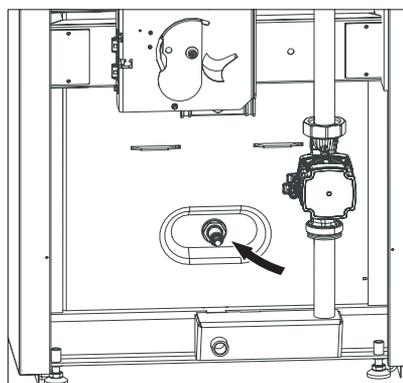

Fig. 41 Débrancher et dévisser la sonde lambda
- ▶ Débrancher la sonde lambda et la dévisser à l'aide d'une clé à fourche (ouverture 22) (Fig. 41). Retirer avec précaution les impuretés à l'aide d'un pinceau ou d'un chiffon doux.